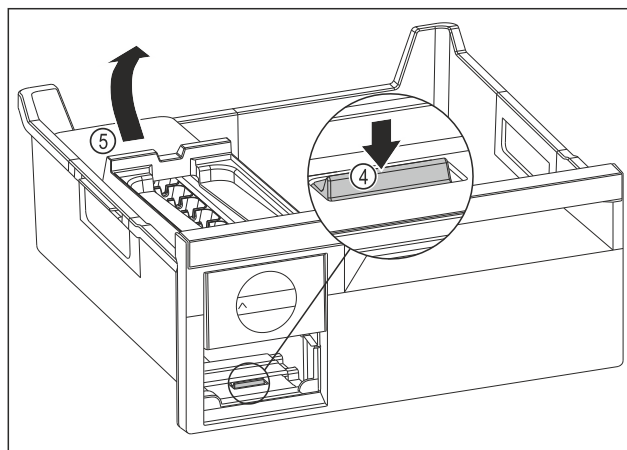

Fig. 183
- ▶ EasyTwist-Ice-rungon poistaminen: Paina kieleke Fig. 183 (4) sormella alas ja nosta samanaikaisesti toisella kädellä EasyTwist-Ice-runko Fig. 183 (5) takaa ylöspäin.